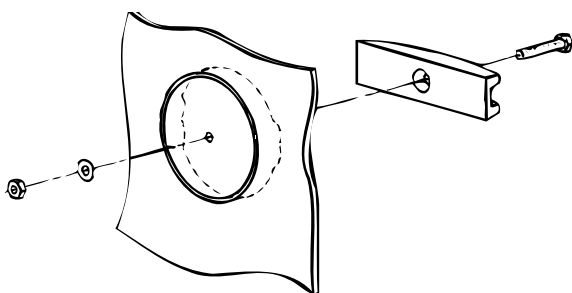

Bild 2: Lockborttagare
4. Vid sido- eller bakanslutning skall blindlocket avlägsnas med hjälp av specialverktyget som medföljer, se Bild 2.